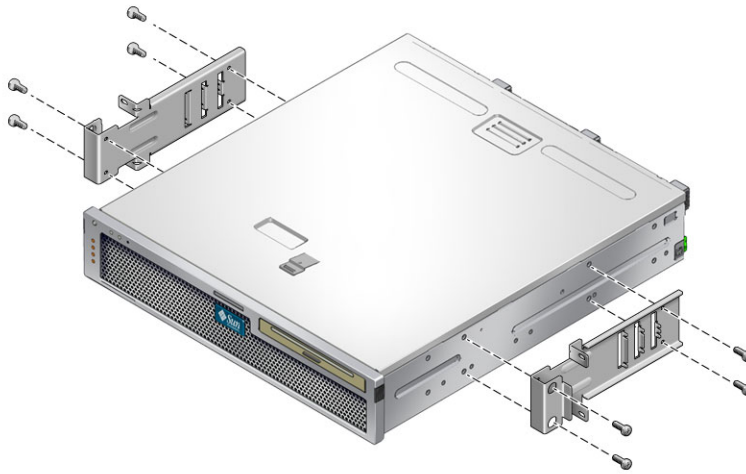

图 4-9 将侧托架固定到服务器的侧面
2. 使用 M5 × 10 SEM 螺丝（每个侧托架使用四颗），将侧托架固定到服务器的侧面（图 4-9）。